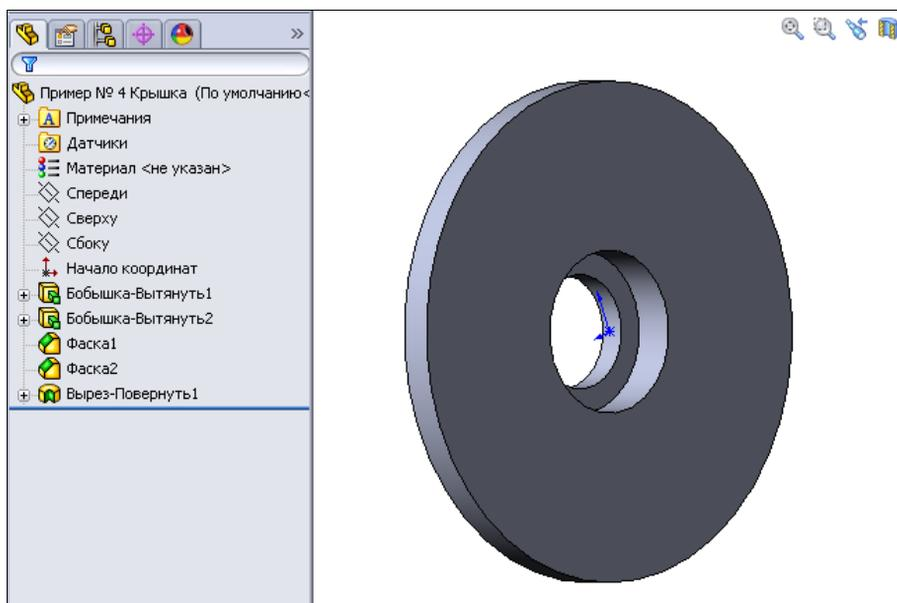

Рис. 2.49
13. Наждем кнопку **ОК** и получим основание крышки с вырезом, оформленным посредством поворота эскиза вокруг оси (рис. 2.49).